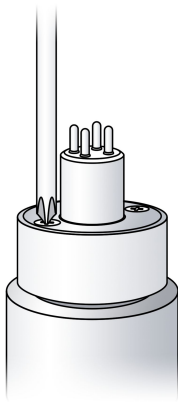

Fig. 2
- Conecte la conexión de agua pura (Fig. 2).